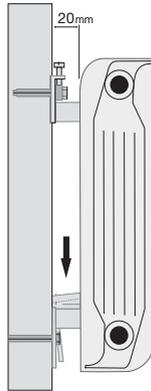

Fig. 3
- 13) Fixez la console inférieure en serrant la vis à tête hexagonale et en s'assurant que la console soit correctement fixée au radiateur, bien contre le mur et en position verticale à l'aide, si nécessaire, d'une pince multiprise (Fig. 3).